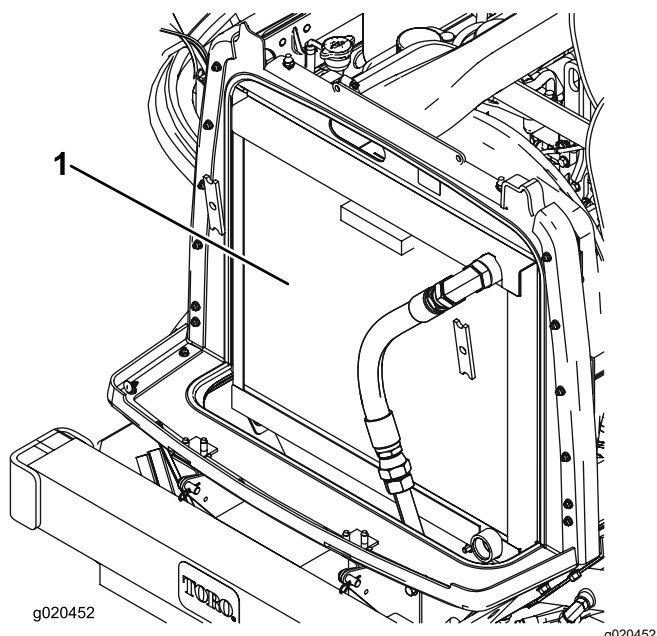

Bild 73
3. Reinigen Sie beide Seiten des Kühlers bzw. Ölkühlers gründlich mit Druckluft (Bild 73).